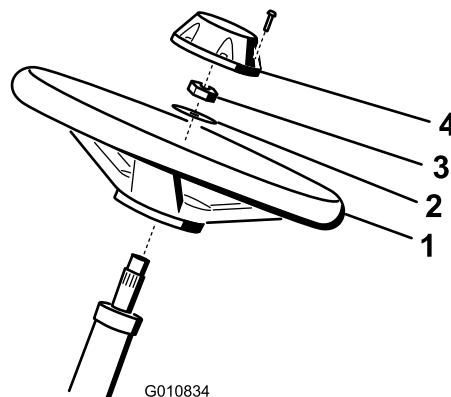

Рисунок 3
1. Наденьте рулевое колесо на рулевой вал (Рисунок 3).
2. Наденьте шайбу на рулевой вал (Рисунок 3).
3. Закрепите рулевое колесо на валу (Рисунок 3) зажимной гайкой и затяните ее с моментом 27–35 Н·м.
- Установите крышку рулевого колеса и закрепите ее винтом (Рисунок 3).